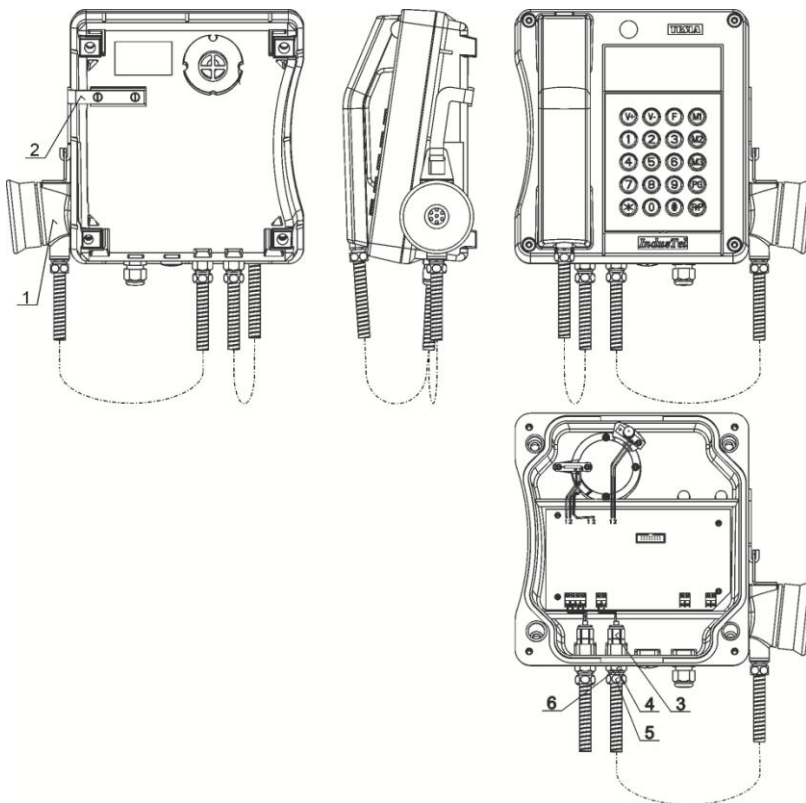

рис. 4 ТА 4 FP 153 36 с дополнительным микро телефоном 4 FN 615 09
К телефонным аппаратам можно подключить дополнительный микротелефон (поз.1 рис.4) и внешнее вызывное реле.
1. Смонтируйте держатель дополнительного микрофона (рис.4 поз.2). Держатель входит в комплект поставки дополнительного микрофона.
3. Демонтируйте заглушку (поз.2 рис.1), находящуюся на внутренней стенке телефонного аппарата и вкрутите кабельный ввод M12x1,5, входящий в комплект поставки дополнительного микрофона (поз.3 рис.4). С внешней стороны вкрутите ответную часть кабельного ввода (поз.4рис.4).
4. Ослабьте гайку кабельного ввода (поз.3 рис.4) и с внешней стороны проденьте шнур дополнительного микрофона. Ослабьте гайку бронированного шнура (поз. 5 рис. 4) и введите его с внешней стороны в ответную часть кабельного ввода (поз. 6 рис.4), после чего затяните гайку бронированного шнура (поз.5 рис.4). С внутренней стороны телефонного аппарата затяните гайку кабельного ввода (поз.3 рис.4).